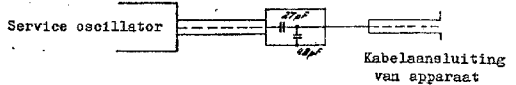

Fig. 11
4. Gemoduleerd signaal van 1500 kHz via kunst-antenne (fig. 11) aan apparaat-toevoeren.
Vandaar de speciale kunstantenne bij het trimmen (zie fig. 11) en het instellen van C44 op minimum capaciteit.